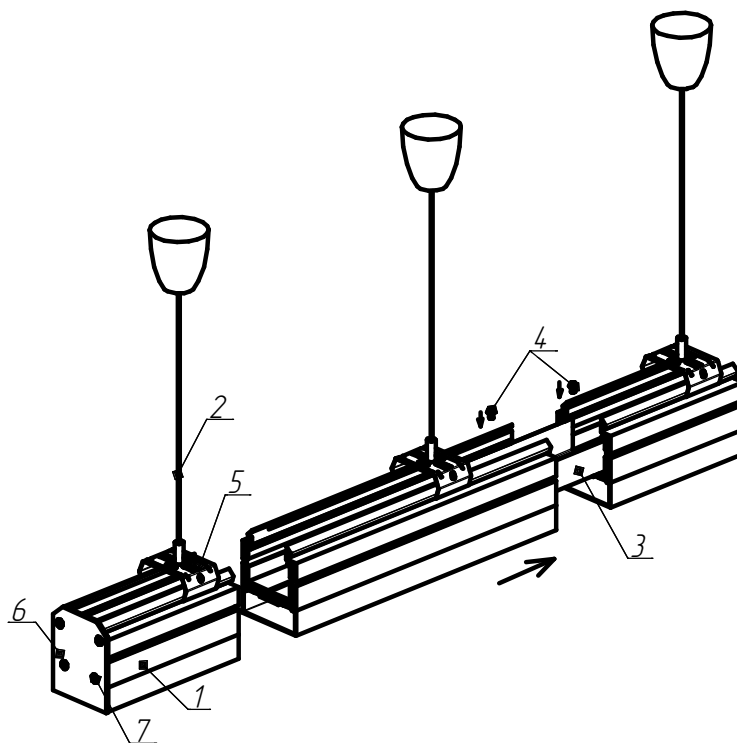

Рисунок 2 - Схема установки светильников в линию
6.3.3 Подвешенные светильники соединяются между собой соединительной скобой (поз. 3 рисунок 2) с саморезами (поз. 4 рисунок 2), либо с помощью
1. Крышка торцевая (рисунок 2, поз.6)
3. Скоба соединительная (для соединения в линию, рисунок 2, поз. 3)
4. Троссовый подвес (рисунок 2, поз.2)